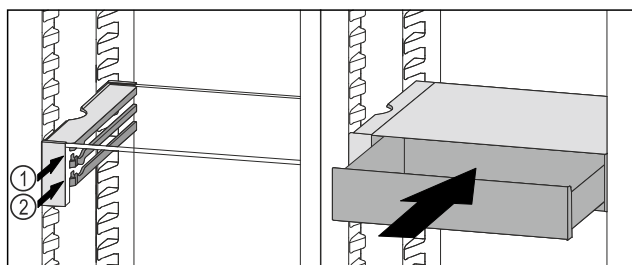

Fig. 176
- ▶ Nasadte zásuvku VarioSafe za zářezky na požadovaném žebro Fig. 176 (1) nebo Fig. 176 (2).